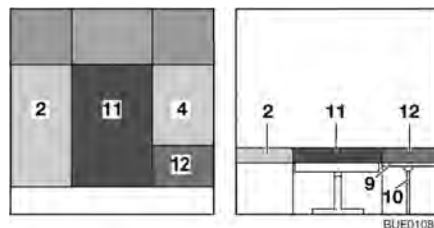

Fig. 91 Dopo la trasformazione
- Posizionare il cuscino aggiuntivo (Fig. 91,11) tra i cuscini del divano (Fig. 91,2 e 4).
- Appoggiare il cuscino aggiuntivo (Fig. 91,12) sulla prolunga del cassone letto (Fig. 91,9).